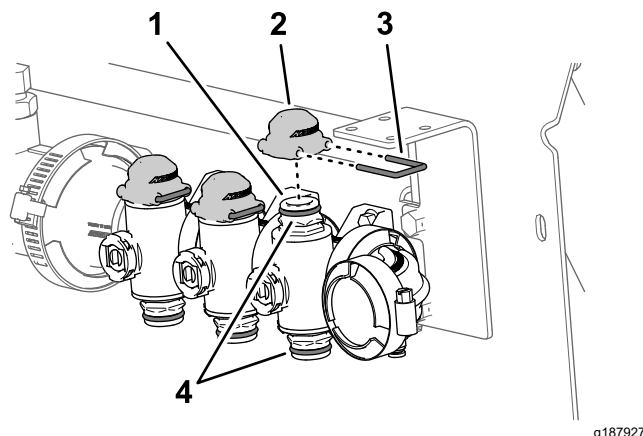

Figura 50
5. Lubrique las juntas tóricas superior e inferior del acoplamiento rápido de la válvula del distribuidor con la grasa suministrada con el tapón del acoplamiento rápido (Figura 50).
6. Monte los 3 tapones en los acoplamientos rápidos de los 3 distribuidores (Figura 50).
7. Sujete los 3 tapones a los 3 acoplamientos rápidos con las 3 horquillas de retención (Figura 50).